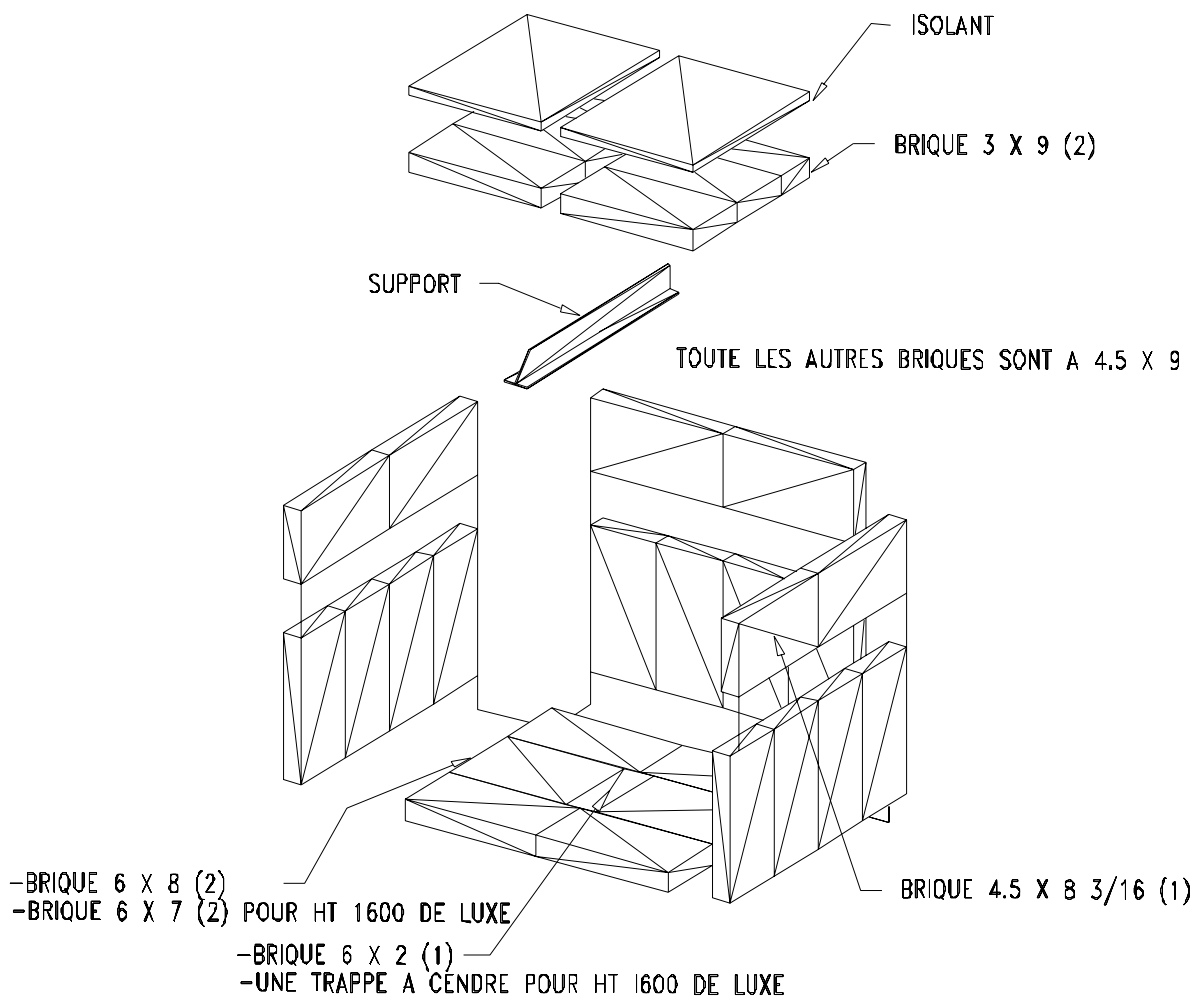

Figure 4: Briques et panneaux isolants du SIBERIAN-1600
- Les briques ou pierres réfractaires doivent être installées selon la figure 4.
- Pour le HT-1200 comme pour le HT-2000, les déflecteurs (2) doivent être poussés le plus loin possible vers l'arrière du poêle et reposer sur les encoches des quatre (4) pierres verticales.